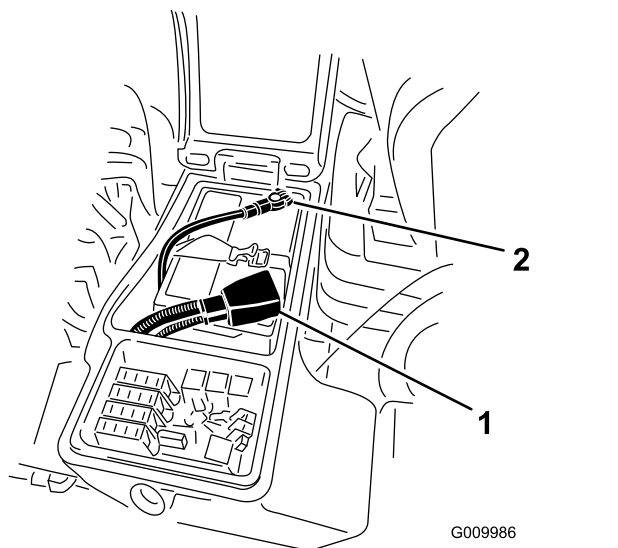

Рисунок 54
3. Отсоедините отрицательный кабель (черный) от отрицательной (-) клеммы и положительный кабель (красный) от положительной (+) клеммы аккумуляторной батареи (Рисунок 54).
6. Подсоедините положительный кабель (красный) к положительной клемме (+), а отрицательный кабель (черный) – к отрицательной (–) клемме аккумуляторной батареи (Рисунок 54).